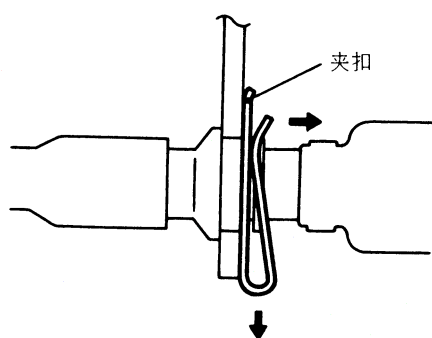

图 3-26 拆卸夹扣
(1) 拆卸夹扣时，如图 3-26 所示，张开夹扣的尾部将其拆卸。